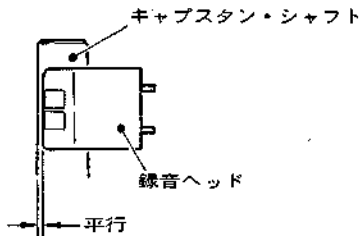

図15 録音ヘッドのあおり調整
- 録音ヘッドは、ヘッド前面とキャプスタン・シャフトとが平行になるよう調整。(図15)